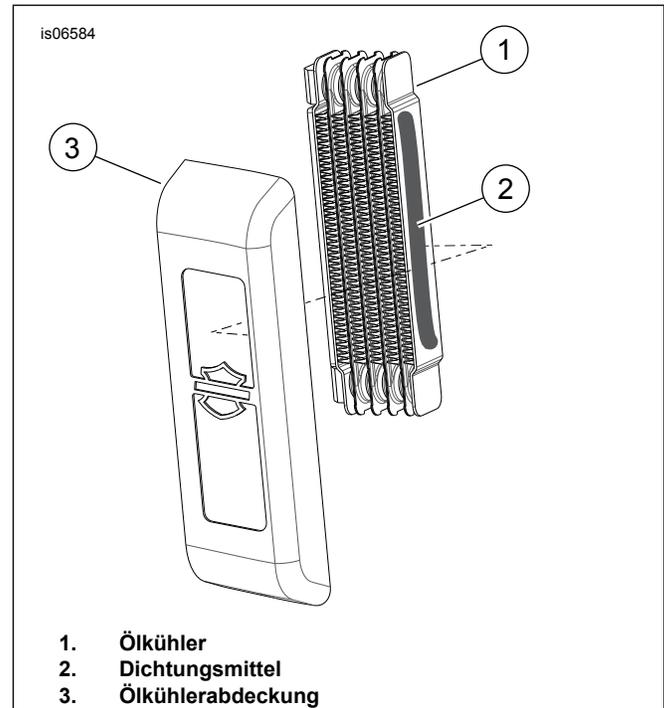

Abbildung 1. Die Abdeckung am Ölkühler anbringen
2. Siehe Abbildung 1. Einen dicken Wulst Hochleistungsdichtmittel, grau, an der linken flachen Oberfläche des Ölkühlers auftragen. Ölkühlerabdeckung durch Eindrücken in das Dichtmittel anbringen.